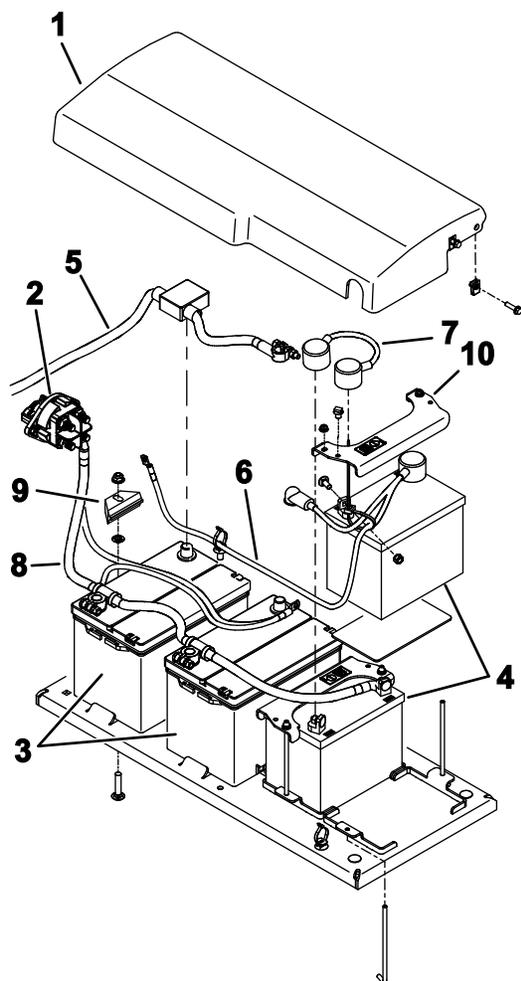

Рисунок 103
6. Снимите крепежные детали, с помощью которых крышка аккумуляторной батареи подсоединена к машине, и снимите крышку (Рисунок 103).
9. Осторожно снимите аккумуляторные батареи с машины (Рисунок 103).
1. Закрепите аккумуляторные батареи с помощью прижимов (Рисунок 103).